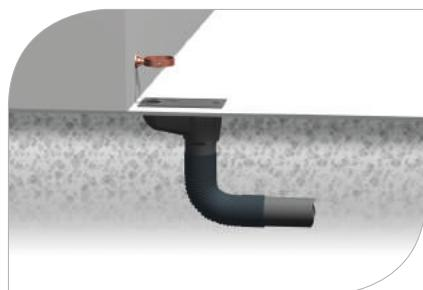
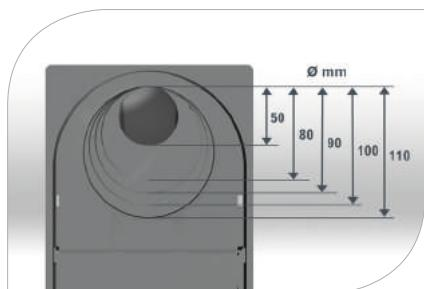
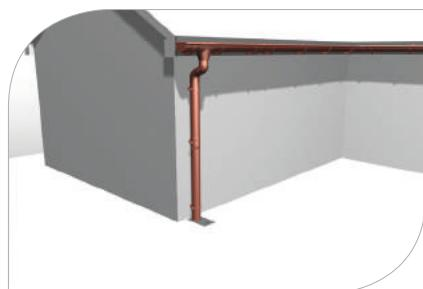

рис. 24
рис. 25
рис. 27
- 6.1 Отвод в канализацию. Разместите универсальный отстойник в грунте под водосточной трубой. Его нижний конец соедините с эластичным коленом, доходящим до труб подземной канализации (**рис. 24**). В крышке универсального отстойника вырежьте отверстие, равное по диаметру используемой водосточной трубе (**рис. 25, 26**). Водосточную трубу введите в отверстие крышки отстойника (**рис. 27**)